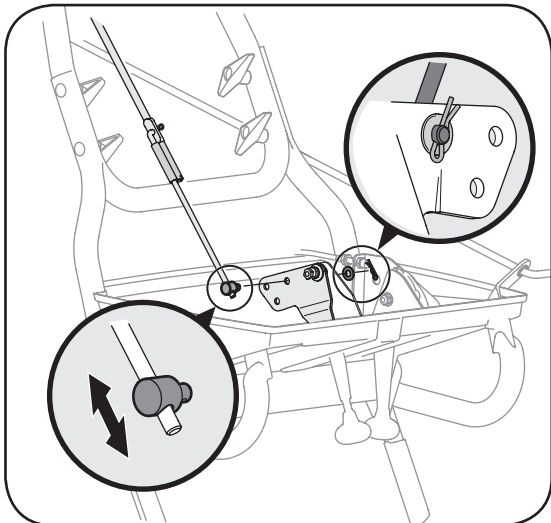

Figure 15
S'il n'est pas possible d'utiliser toutes les vitesses (avant et arrière), voir la Figure 15 et ajustez le levier de vitesses comme suit:
1. Regardez sous le tableau de bord et notez dans lequel des trois trous du levier de vitesses la virole a été insérée. Notez aussi le sens de l'insertion. Retirez ensuite la goupille fendue interne et la rondelle plate qui se trouvent sur la virole et dégagez la virole du levier de vitesses. Voir la Figure 15.
4. Vissez ou dévissez la virole sur la tige du levier de vitesses selon le besoin, jusqu'à ce que la virole soit alignée avec le trou dans lequel elle se trouvait plus tôt. Voir la Figure 15.